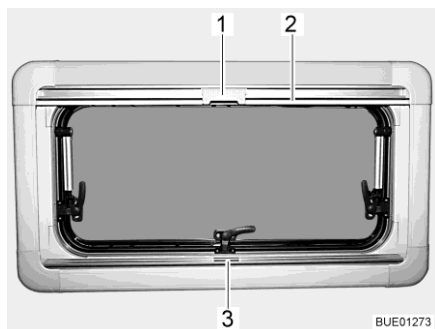
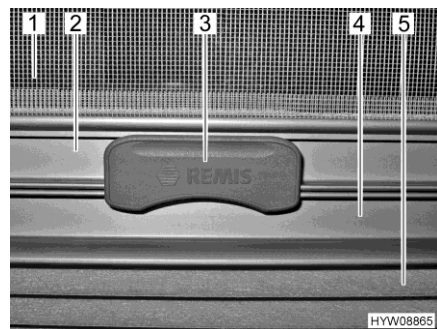

Bild 16 Överkantshängt fönster
Bild 17 Spärr
Plisségardinen (Bild 17,5) finns i den nedre rullgardinskassetten.
- Ta tag i mitten på plisségardinens list (Bild 16,3 och Bild 17,4) och drag den nerifrån och uppåt och släpp den vid önskad höjd. Plisségardinen stannar på denna höjd.
Insektsnät Insektsnätet (Bild 17,1) finns i den övre rullgardinskassetten.
- Drag, med listen (Bild 16,2 och Bild 17,2), ner insektsnätet tills listen stöter mot plisségardinen (Bild 17,4).
- Lås fast insektsnätets spärr (Bild 16,1 och Bild 17,3) på plisségardinens list. När spärren är låst, kan plisségardinen och insektsnätet justeras samtidigt.
- Tryck spärren (Bild 17,3) på insektsnätet uppåt.
- För långsamt tillbaka insektsnätet med listen (Bild 16,2).